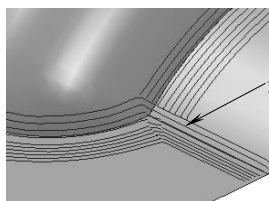

图 4-138 沿着
- 1) 沿着：对零件角落线进行三维偏置以生成清角刀具路径，如图 4-138 所示。